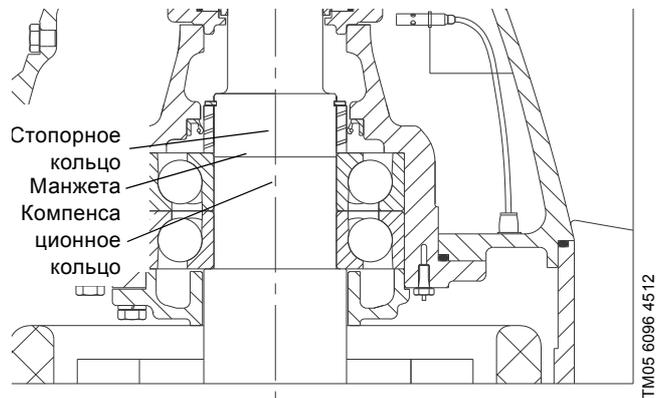

Рис. 13 Детали нижнего подшипника, KPL 500-800
11. Снять стопорное кольцо (поз. 36). См. рис. 13
4. Установить стопорное кольцо (поз. 36), см. рис. 13.